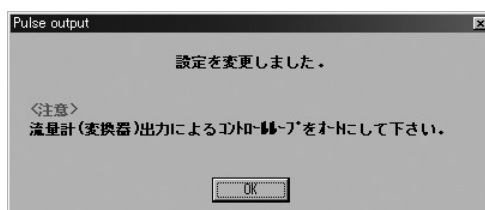

図32
- ⑤ 「OK」をクリックし、入力した設定値が変更されると、図32のようなメッセージボックスが現れますので、「OK」ボタンをクリックすれば設定は終了です。